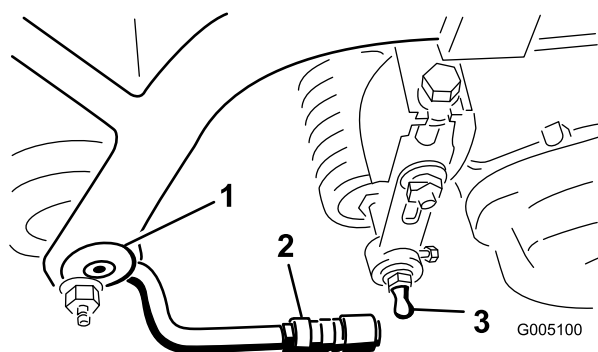

Figure 11
- Placez une rondelle et une rotule à chaque extrémité du rouleau avant sur les plateaux de coupe (Figure 11).
- Repoussez la gaine sur la rotule et tournez le bras de traction vers le bas pour que la boîte s'adapte sur la sphère. Relâchez la gaine pour qu'elle vienne recouvrir le goujon et solidarise les ensembles (Figure 11).